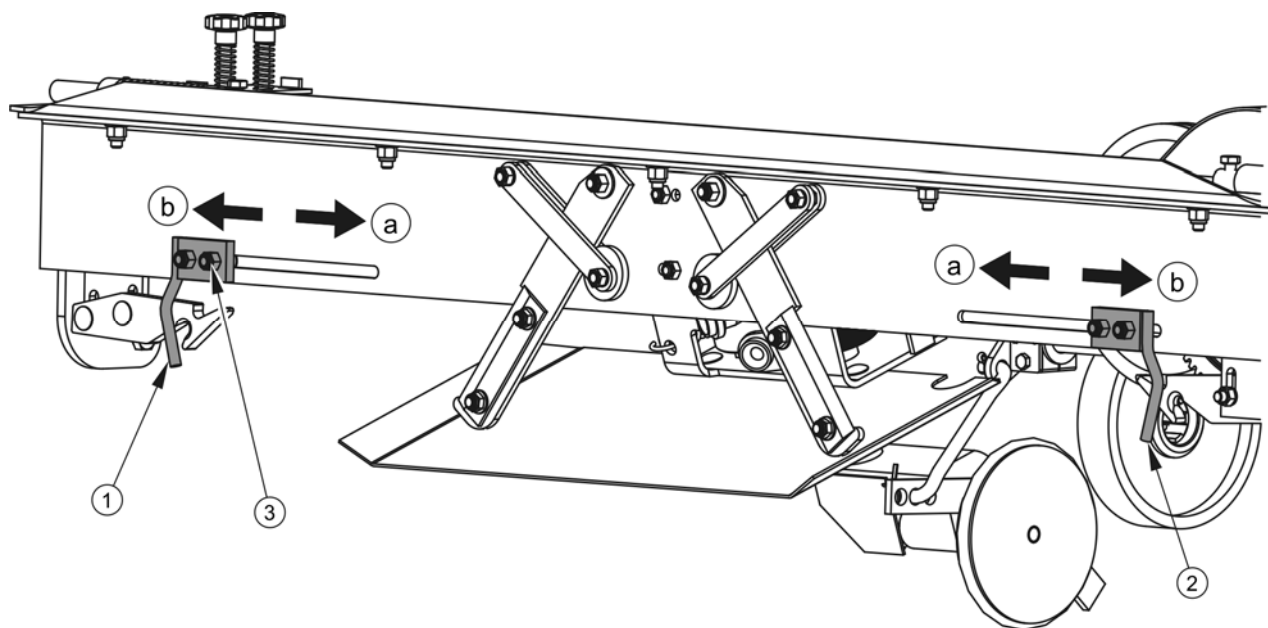

РИСУНОК 5.9 Регулирование ограничителей
- ➔ Ослабить две гайки 3 рисунок 5.9, левого 1 и правого 2 ограничителей.